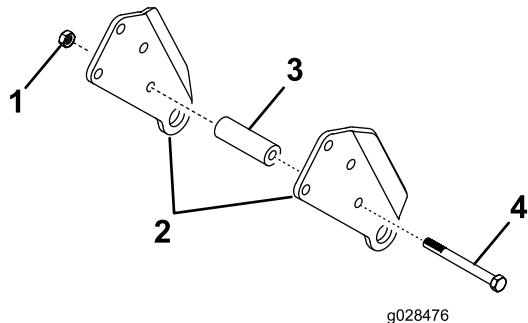

Figura 1
1. Montate senza serrare ogni set delle staffe orientabili posteriori insieme a un tubo orientabile, un bullone (3/8 x 3-3/4 poll.) e un dado di bloccaggio (3/8 poll.), utilizzando i fori indicati nella Figura 1.